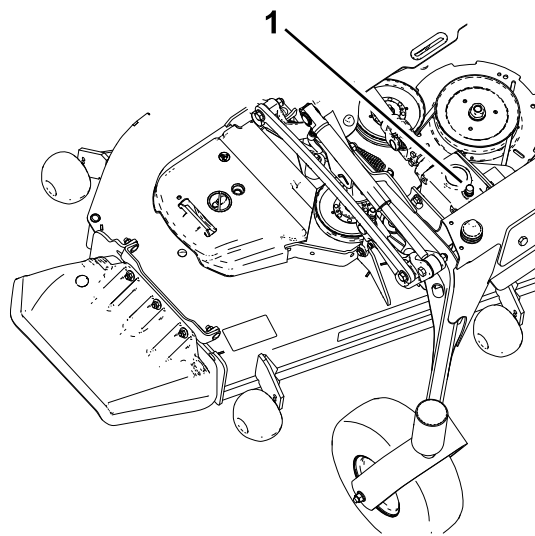

Bild 54
5. Nehmen Sie den Peilstab bzw. die Füllschraube oben am Getriebe ab und stellen Sie sicher, dass der Ölstand zwischen den Markierungen am Peilstab liegt (Bild 54).